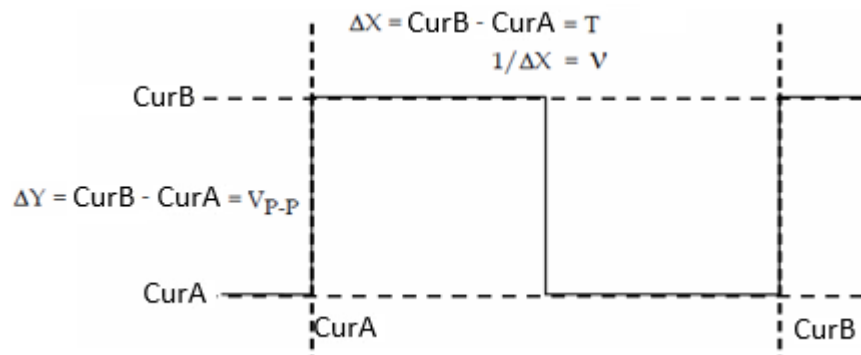

Figura 2.6: Medida Manual de voltajes y frecuencias
Se presentarán medidas manuales del voltaje pico-pico (V_{P-P}), periodo (T) y frecuencia (ν) de la señal de calibrado. Para esto, los cursores CurA y CurB se han de posicionar tal como se muestra en la Figura 2.6. Estas medidas deben coincidir aproximadamente con las que se obtuvieron de forma automática en el apartado anterior.